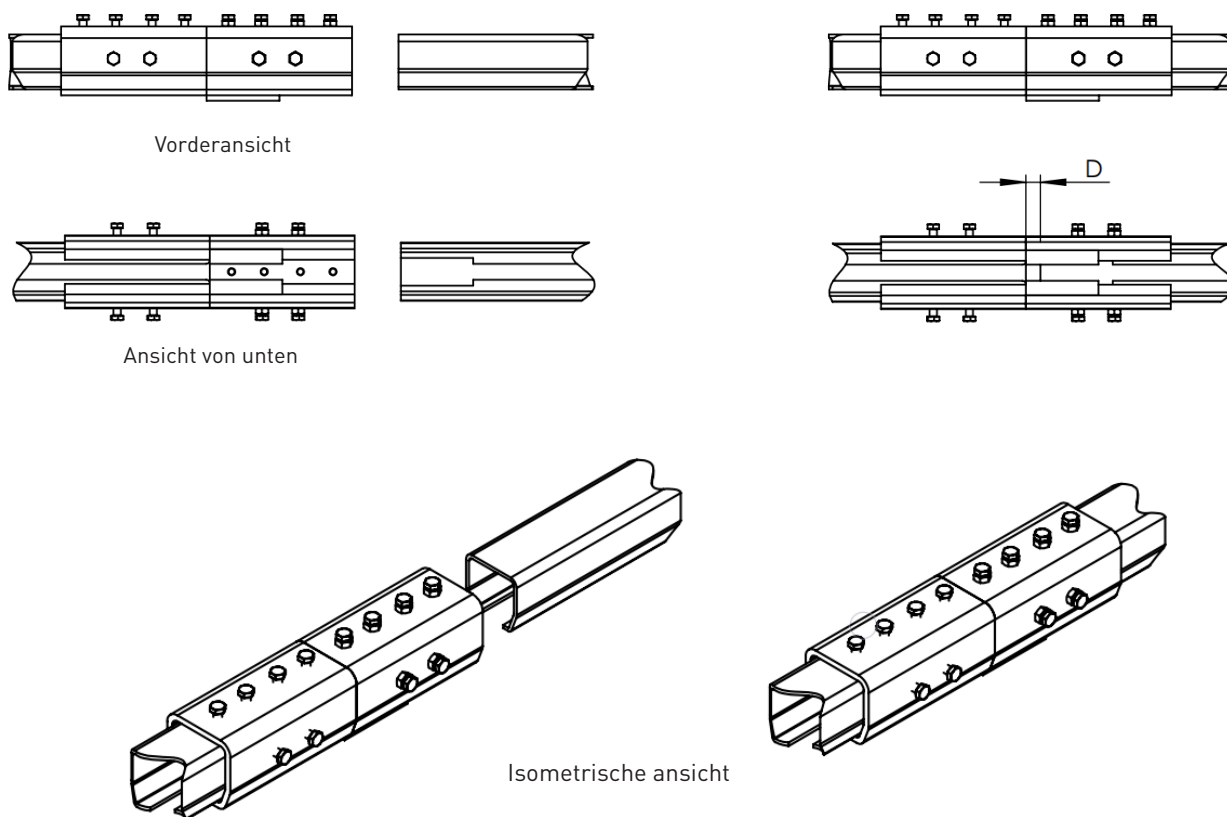

Abb. 56
Schritt 3: Das zugeschnittene Profil in die Dehnungsfuge schieben, siehe Abb. 56, und die Profilkante in dem in Tabelle 10 angegebenen Abstand von der Mitte der Fuge positionieren.